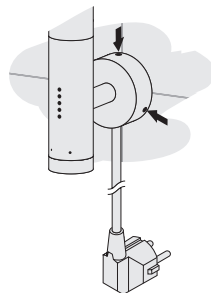

Рис.5
4.1.6. Прижать до упора весь полотенцесушитель к стене и с усилием зафиксировать стопорные винты в кронштейнах (рис. 5).